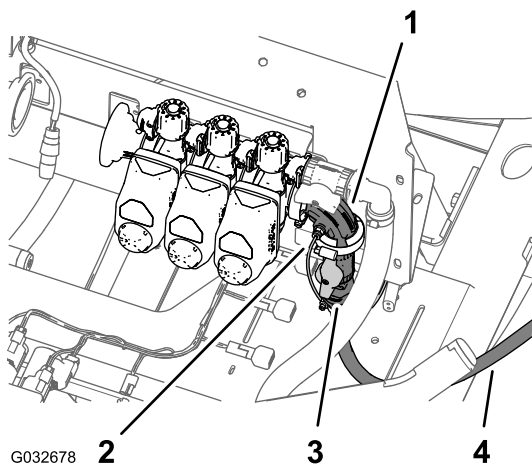
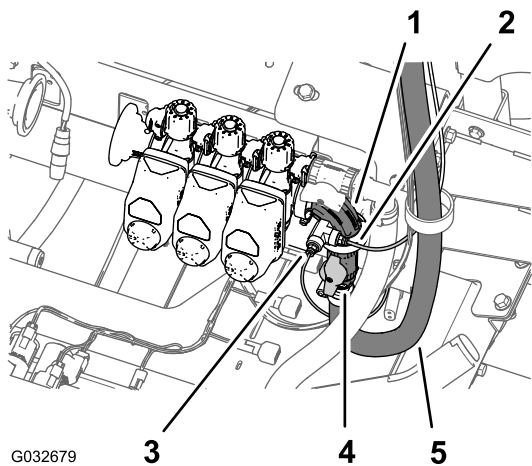

Figura 26
Figura 27
- Pressione o anel no acoplador do tubo no cotovelo a 90° da válvula da secção da rampa direita (Figura 26 ou Figura 27).
2. Puxe o tubo sensor de pressão do indicador no painel do acoplador do tubo (Figura 26 ou Figura 27).